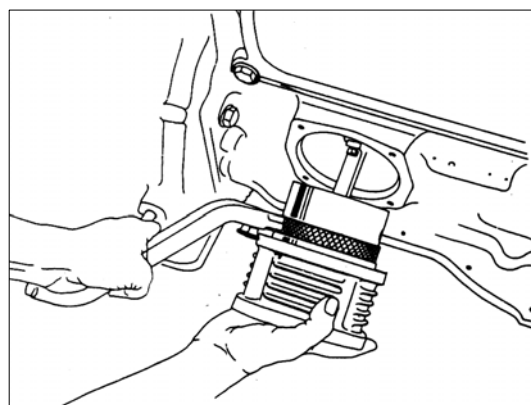

РИС. 128
6) Прижмите поршневые кольца приспособлением для сжимания поршневых колец воздушного компрессора. Установите прокладку на блок цилиндра. Вставьте гильзу цилиндра сверху поршня (рис. 128).